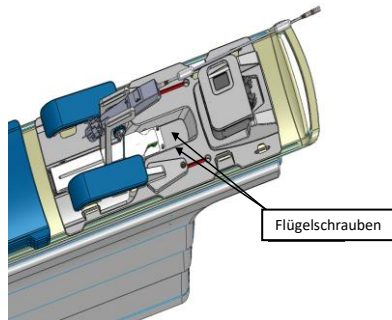
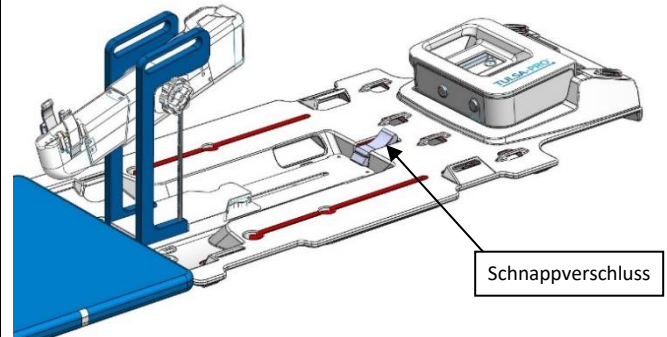

Abbildung 25: PS und PSIB auf der Basisplatte
Abbildung 26: PS und PSIB auf der Basisplatte mit Schnappverschluss
2. **MRT-MTRA:** Legen Sie Positionierungssystem (PS) und PSIB auf die Basisplatte, die sich am Fuß des MRT-Tischs befinden muss. Das PS muss sich zwischen den Beinen des Patienten befinden.
3. MRT-MTRA: Befestigen Sie das PS mit den mitgelieferten Flügelschrauben an der Basisplatte (Abbildung 25). Bei Basisplatten mit Schnappverschluss ist das PS mit dem Schnappverschluss zu fixieren (Abbildung 26).